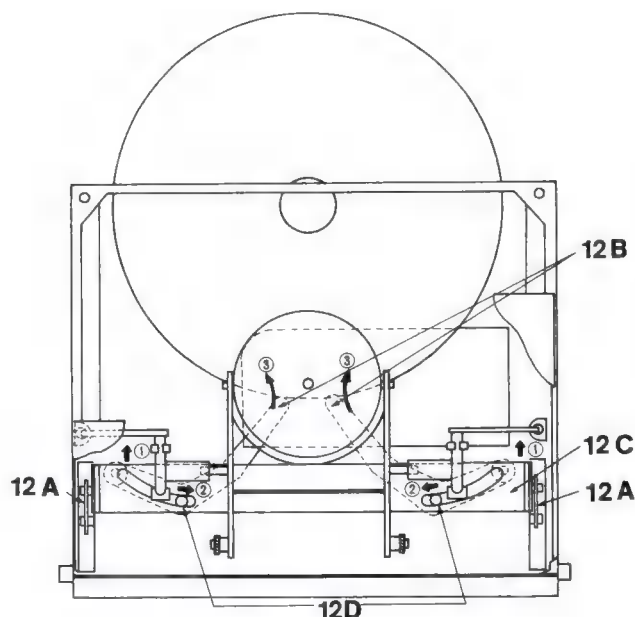

Fig. 12
Wenn der Loading-Motor 10B den Kurbelarm 10A in Pfeilrichtung ① bewegt (Fig. 10), bewegt sich die Rolle 11A zum Anschlag 11C. Der Hebelarm 11B ist durch eine Zugfeder mit Hebelarm 11E verbunden. Berührt die Rolle den Anschlag, so läuft sie am Anschlag entlang und Hebelarm 11E wird in Pfeilrichtung ④ durch Arm 11B umgelenkt (Fig. 11). Der Gleiter 12C bewegt sich in Pfeilrichtung ① (Fig. 12) mit der Bewegung des Hebelarmes 12A. Die Stifte 12D der beiden Schieberhebel 12B laufen in einer kreisförmigen Führungsnut des Gleiters in Pfeilrichtung ②. Die Schieberhebel bewegen sich in Pfeilrichtung ③ und heben die CD-Platte aus dem Plattenschacht.
When the motor (flap opening/closing control) 10B turns the crank 10A in the direction of the arrow ① (Fig. 10), the roller 11A advances toward the inclined plane 11C. Levers 11B and 11E are connected by a spring. The roller 11A touches the inclined plane 11C, slides along and the lever 11E moves in the direction of the arrow ④. The slide 12C moves in the direction of the arrow ① (Fig. 12) parallel to the movement of lever 12A. The pins 12D of the two lifting arms 12B slide into the central channel of the slide in the direction of the arrow ②. The lifting arms 12B turn in the direction of the arrows ③ and bring the compact disc to the high position.
Quand le moteur (commande ouverture/fermeture du volet) 10B tourne la manivelle 10A dans le sens de la flèche ① (Fig. 10), le galet 11A avance vers le plan incliné 11C. Le levier 11B et le levier 11E sont reliés par un ressort. Le galet 11A touche le plan incliné 11C, glisse le long et le levier 11E se déplace dans le sens de la flèche ④. Le coulisseau 12C se déplace dans le sens de la flèche ① (Fig. 12) parallèlement au mouvement du levier 12A. Les goupilles 12D des deux bras d'élévation 12B coulisent dans la gorge centrale du coulisseau dans le sens de la flèche ②. Les bras d'élévation 12B tournent dans le sens des flèches ③ et amènent le CD en position haute.